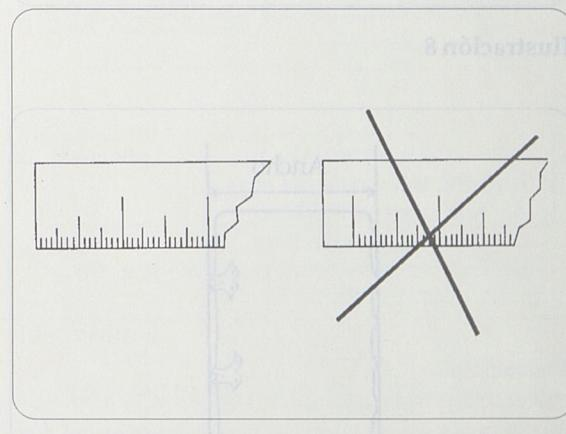

Ilustración 7
2. Use las siguientes herramientas: (a) una regla de por lo menos el mismo tamaño del libro más alto que va a medir, y (b) una escuadra con uno de los lados de por lo menos el ancho del libro más ancho que vaya a medir. Las marcas de la regla deberán comenzar en el extremo de la regla, y *no* ligeramente más adentro del borde (Ilustración 7).